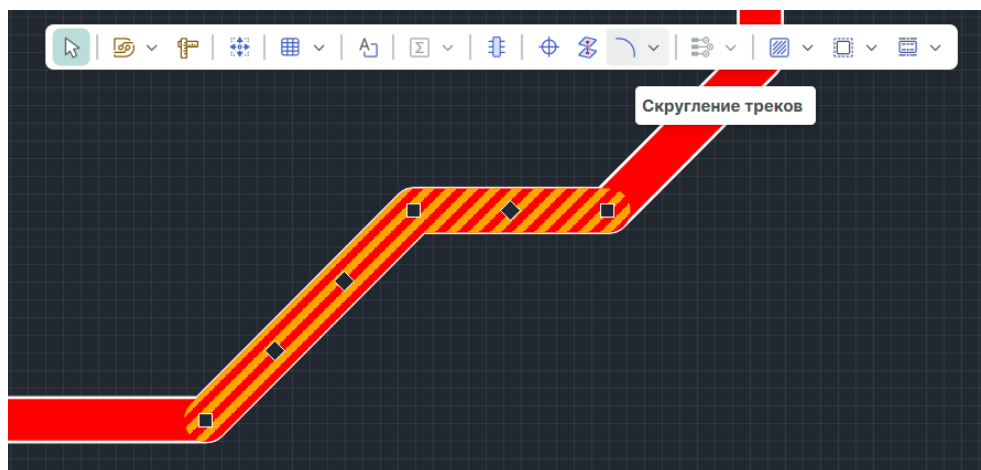

Рис. 288 Применение инструмента к выбранным сегментам
2. Примените инструмент «Скругление треков», см. Рис. 288.